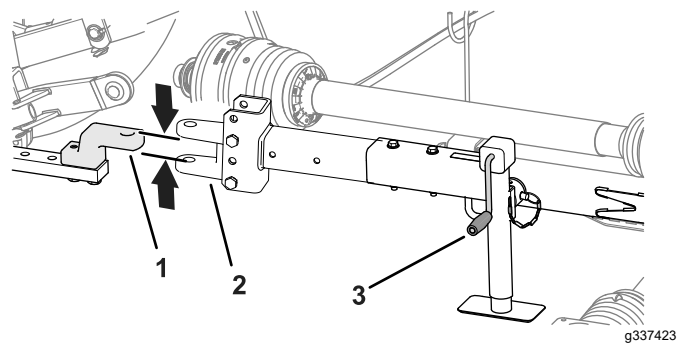

図 28
1. ジャッキハンドルで牽引バージャッキの高さを調整して牽引バーを車両の牽引バーまたはピントルヒッチと同じ高さにする 図 28。
3. 牽引車両の牽引バーまたはピントルヒッチを、モアの牽引バーに揃える 図 28。